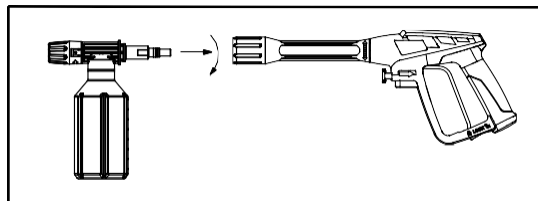

Figure 8 - Fixer l'applicateur au pistolet
4. Fixez l'applicateur de détergent au pistolet. (Voir la figure 8)